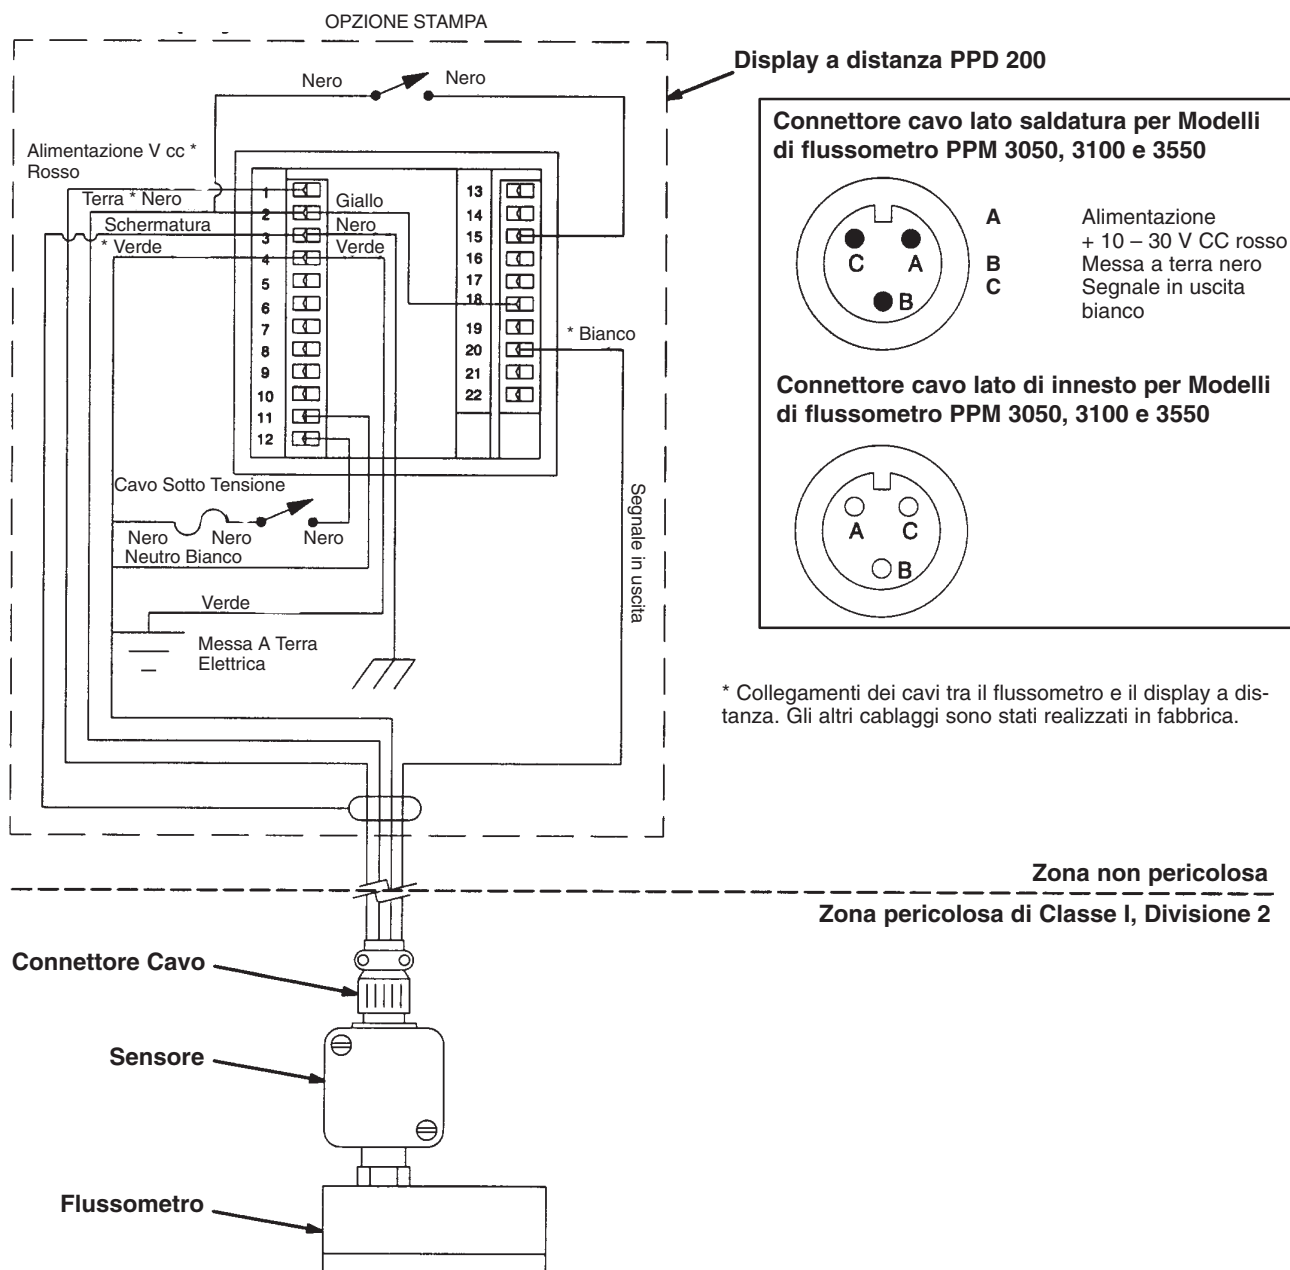

Fig. 2
Fare controllare da un elettricista qualificato la continuità della messa a terra elettrica tra il sensore del flussometro ed una messa a terra effettiva. Se la resistenza è superiore a 25 Ohm, controllare la messa a terra del cavo. Fare riferimento allo schema di cablaggio della Fig. 2. Collegare nuovamente la guaina di terra o sostituire il cavo. NON mettere in funzione l'impianto prima di avere posto rimedio al problema.
**Ved. Fig. 2** per collegare il display a distanza ai modelli di flussometro PPM 3050, 3100 e 3550.